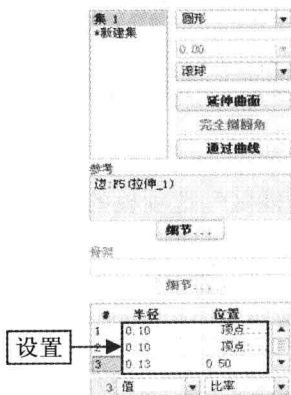

图 6-70 设置参数
Step 04 此时，即可添加一个半径，用与上同样的方法，再次添加一个半径，并设置各参数，如图 6-70 所示。